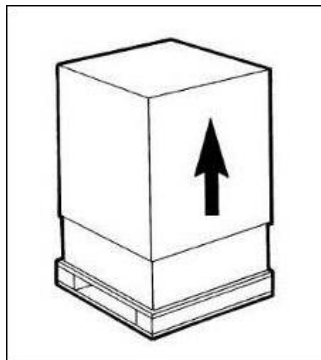

Fig. 26
- a. Dopo aver rimosso l'imballo, **conservarne tutti gli elementi per lo stoccaggio invernale** e accertarsi dell'integrità dell'apparecchiatura (Fig. 26).